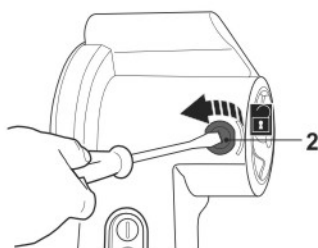

Fig. 14
- > Abra o compartimento da escova de carvão (2) desapertando a respetiva tampa com uma chave de parafusos de ponta plana adequada (Fig. 14).
- > Volte a colocar e aparafusar a tampa no compartimento da escova de carvão (2).